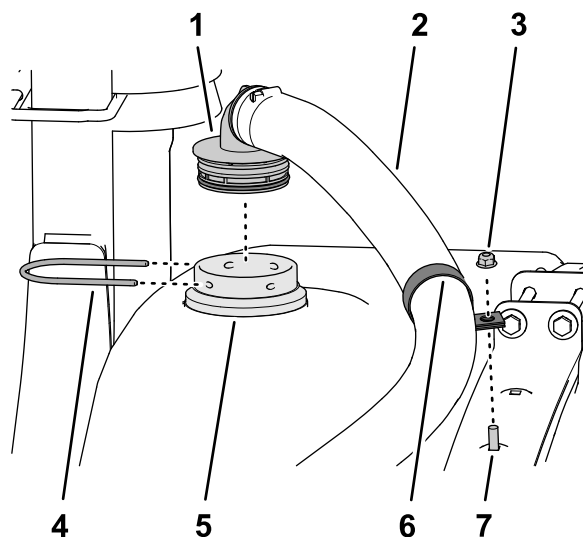

図 29
4. エダクタホースアセンブリに R クランプを通す 図 29。
5. エダクタホースアセンブリのバーブ付き 90°フィッティングを、バルクヘッドのフィッティングに取り付け、バーブ付きフィッティングをバルクヘッドのフィッティングにリテーナで固定する 図 29。
6. キャリッジボルトに R クランプを仮止めし、取り付け、フランジナット 5/16 インチを使用してクランプを固定する 図 29。
注 必要に応じ、エダクタホースに合わせてRクランプの位置を調整する (図 29)。